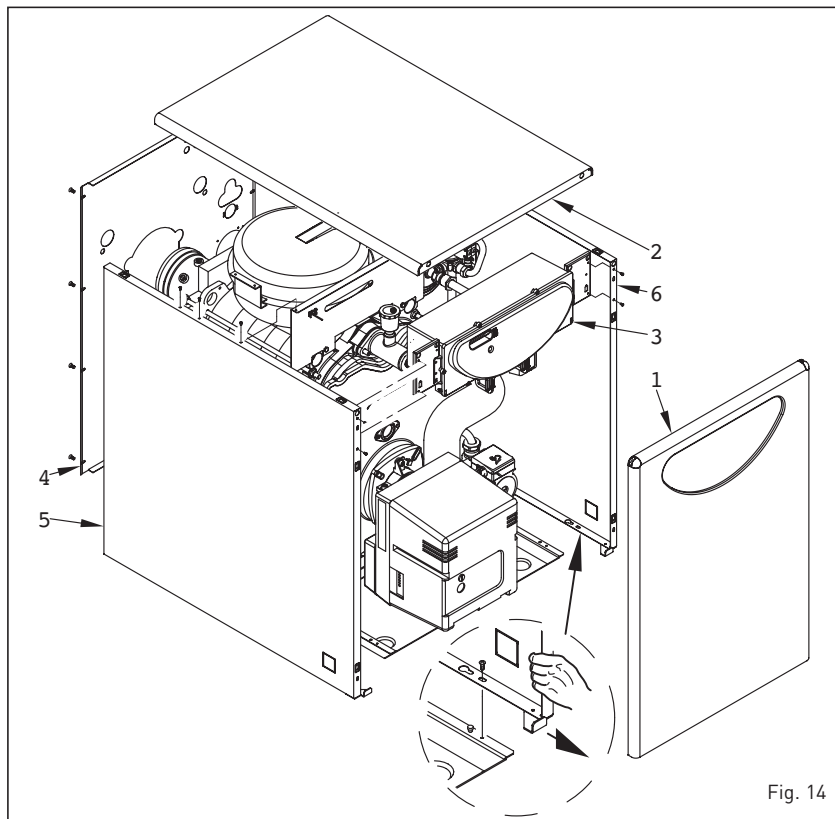

Fig. 14
4.1 DEMONTAGE VAN DE MANTEL (fig. 14)
Om de ketel makkelijk te kunnen onderhouden kan de mantel volledig gedemonteerd worden waarbij u de numerieke volgorde die op fig. 14.